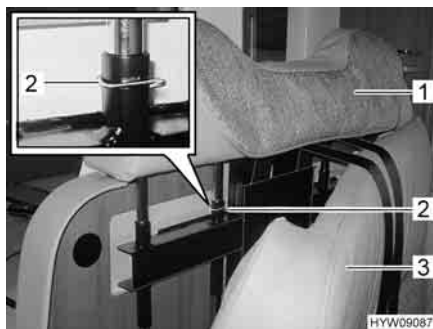

Fig. 72 Rimozione poggiatesta
- Ribaltare in avanti il cuscino (Fig. 72,3).
- Rimuovere il fermaglio di sicurezza (Fig. 72,2).
- Tirare i poggiatesta (Fig. 72,1) verso l'alto.